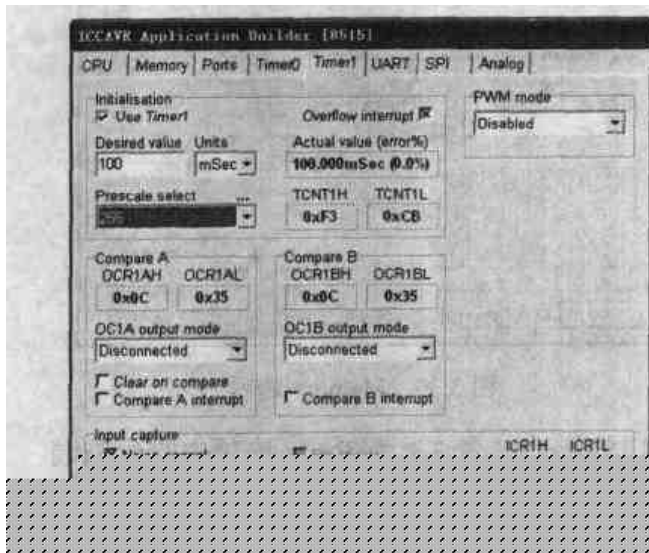

图 3.33 Timer1 选项
Timer1 选项：如图 3.33 所示，除了具有与 Time0 相同的选项外，还可以设定比较寄存器 A 和比较寄存器 B 以及输入捕获等功能。
5. Timer1 选项：选中“Use Timer1”和“Overflow interrupt”前的复选框。在“Desired value Units”中设定 100ms，“Prescale select”为 256。可以看到实际定时为 100ms，误差为 0，TCNT0 的初值为 0xb2，TCNT1H 和 TCNT1L 的值为 0xf3 和 0xcb、选中“input capture”中的 Noise cancel、Rising edge 和 Capture interrupt 前的复选框，如图 3.33 所示。